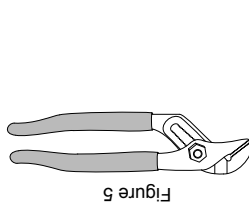
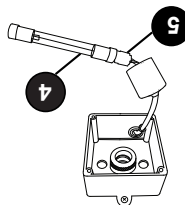
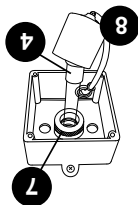

Figure 5
Figure 4
Figure 3
17. Glissez la nouvelle lampe UV (4) dans le tube de quartz, Figure 3.
3. Retirez la gaine noire de la lampe (8) en la faisant glisser sur le câble afin de la dégager de l'écrou de compression du joint de quartz (7), Figure 3.
4. Retirez lentement la lampe UV (4) hors du tube de quartz.
5. Retirez la douille de la lampe (5) de la lampe UV (4), Figure 4.
6. Retirez l'écrou de compression du joint de quartz (7)
en le tournant dans le sens **antihoraire**, Figure 3. Utilisez une paire de pinces multiprises si nécessaire, Figure 5. Vous remarquerez qu'une rondelle de compression en acier inoxydable (6) glisse sur le tube de quartz. Conservez la rondelle (6) pour une utilisation ultérieure, Figure 6. Il existe également un joint d'étanchéité noir (13); saisissez le joint d'étanchéité noir, puis retirez lentement et délicatement le tube de quartz.
7. Vous pouvez à présent nettoyer ou remplacer le tube de quartz (2). Pour nettoyer le tube de quartz (2), suivez les étapes 8 et 9, puis passez à l'étape 10. Pour remplacer le tube de quartz (2), ignorez les étapes 8 et 9 et passez directement à l'étape 10.